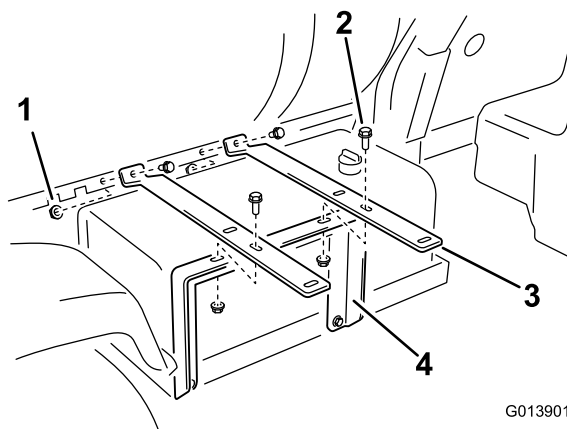

Figura 9
2. Installate le estremità delle 2 fascette per avvolgitubo sui fori della sella del serbatoio come illustrato in Figura 9, utilizzando 2 bulloni a testa flangiata (3/8 x 1/ poll.) e 2 dadi flangiati (3/8 poll.).